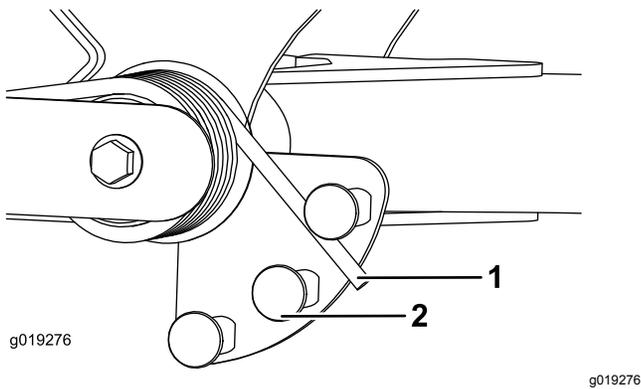

图35
2. 将一个管子或类似物体插入长弹簧一端并将其围绕弹簧传动器旋转至所需位置 图 35。